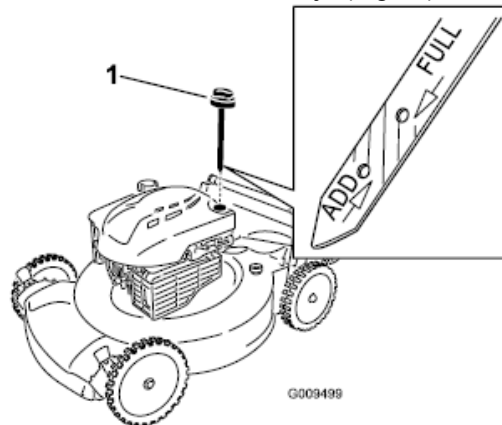

Figure 21
3. Zdemontować korek wlewu oleju (Fig. 21).